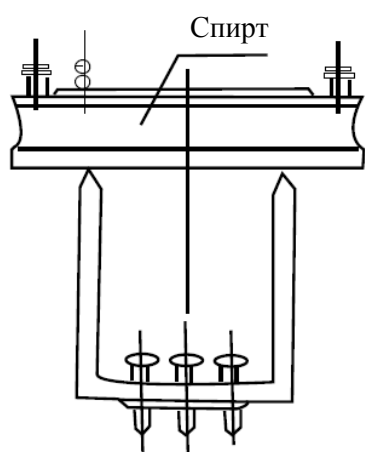

Рис. 4
- 3.1.1 Устройство балансировки шлифовального круга должно быть выровнено (Рис.4). Проверьте баланс с помощью спиртового уровня.